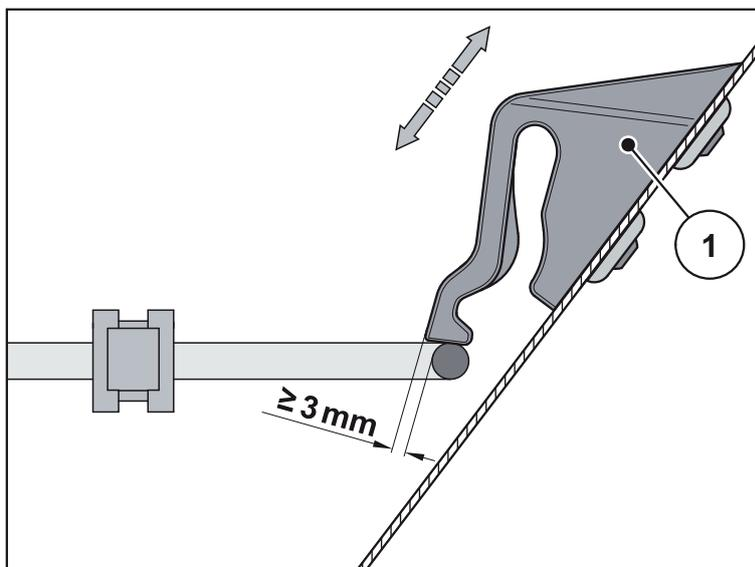

Bild 9.4: Prüfmaß zur Funktionskontrolle der Schutzgitterverriegelung
- Korrigieren Sie gegebenenfalls durch Verschieben der Schutzgitterverriegelung [1] die Einstellung nach unten/oben (siehe Bild 9.4).